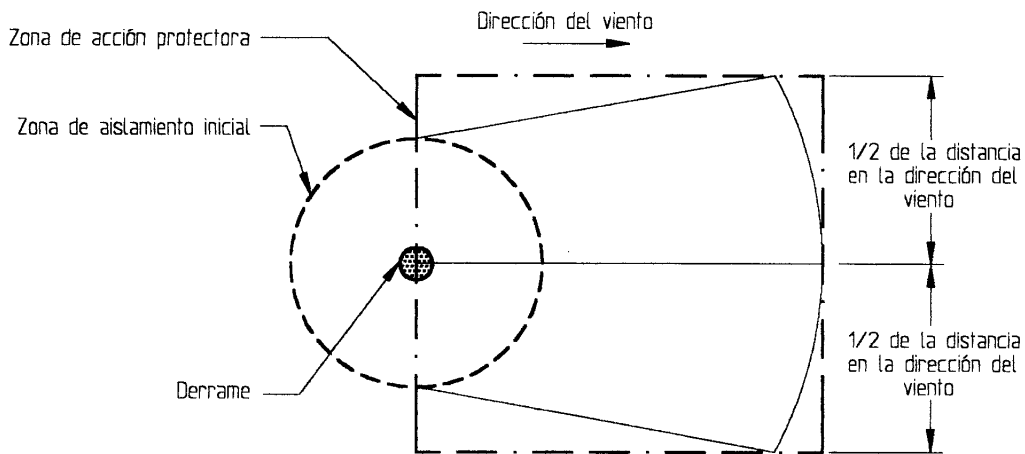

Figura D.2 - Zona de acción protectora
- e) Buscar en Tablas D.1, D.2 o D.3 la distancia de acción protectora inicial. La tabla también da la distancia en la dirección del viento, en kilómetros, para las cuales se deben considerar las acciones de protección para un determinado tamaño de derrame de sustancia peligrosa, ya sea en el día o en la noche. Por motivos prácticos, la zona de acción protectora (el área en la que la gente está en riesgo de exposición perjudicial) es un cuadrado cuyo largo y ancho es el mismo que la distancia en la dirección del viento mostrada en la tabla. La forma del área en la cual se deben tomar las acciones de protección se muestra en Figura D.2. El derrame se localiza en el centro del círculo pequeño. El círculo grande representa la zona de aislamiento inicial alrededor del derrame.